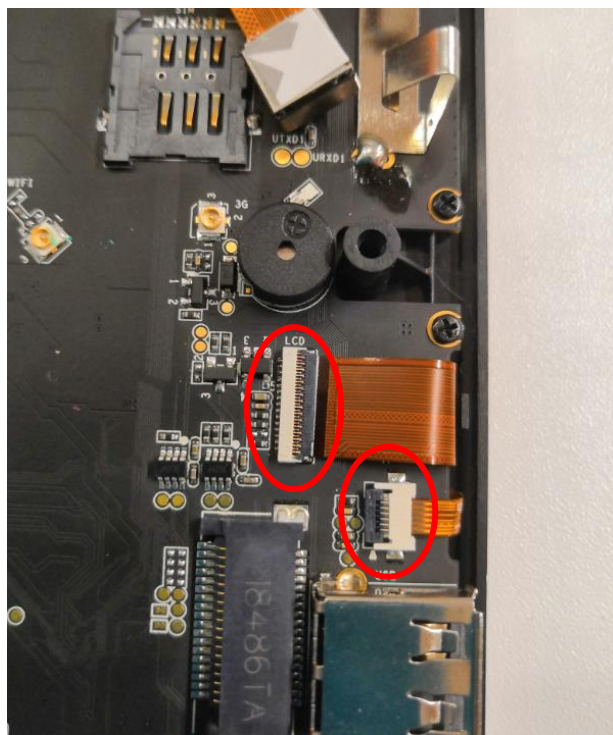

Рисунок 31. Шлейфы сенсорного экрана и дисплея.
4. Подключить шлейфы сенсорного экрана и дисплея в соответствующие разъёмы на модуле управления, используя пинцет. Закрепить фиксаторы разъёмов (**Рисунок 31**).